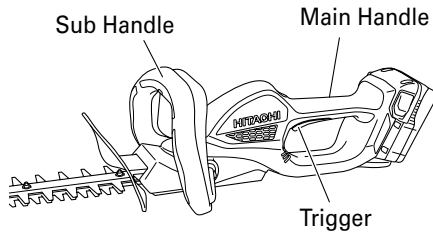

Fig. 5
**1. Switch ON (Fig. 5)**
**2. Switch OFF (Fig. 5)**